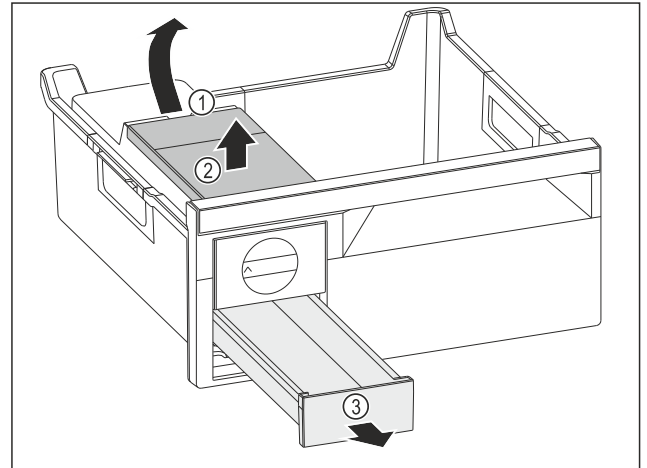

Fig. 76
- ▶ Wassertank entnehmen: Wassertank an der Ausparung Fig. 76 (1) anheben.
- ▶ Wassertank Fig. 76 (2) nach oben entnehmen.
- ▶ Eiswürfelschubfach Fig. 76 (3) nach vorne entnehmen.